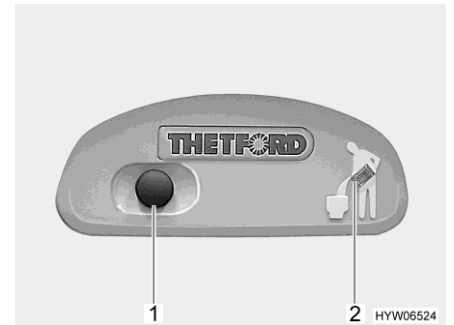

Fig. 181 Pulsante dello sciacquone/spia di controllo toilette Thetford
- Per sciacquare premere il pulsante blu (Fig. 181,1).
Quando la cassetta Thetford è piena e deve venire svuotata, la spia di controllo (Fig. 181,2) si accende.